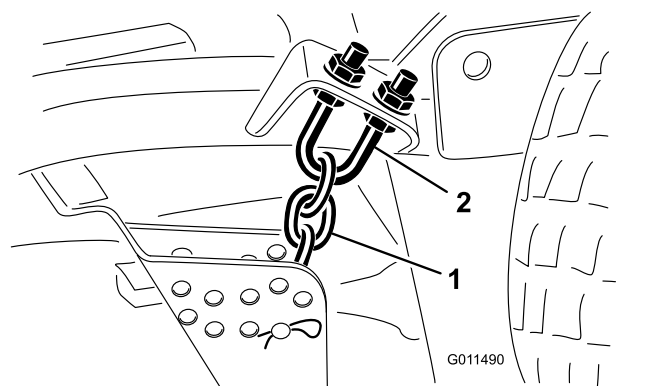

Рисунок 100
1. Отпустите верхние или нижние контргайки на U-образном болте цепи высоты скашивания (Рисунок 100).